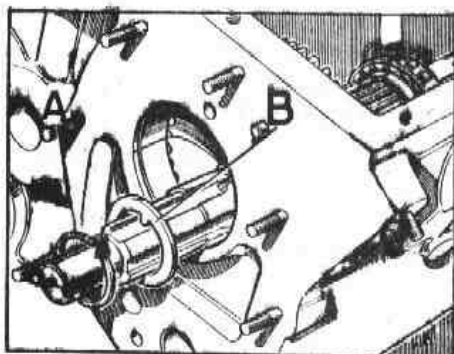

Fig. C-38 Elementos de fijación de los piñones del eje de salida
- 1.8. Extraer el anillo-afiador, A (Fig. C-38) y la arandela de empuje, B, del eje de salida y retirar el eje a través de los piñones sacando éstos por la parte interior del cárter.